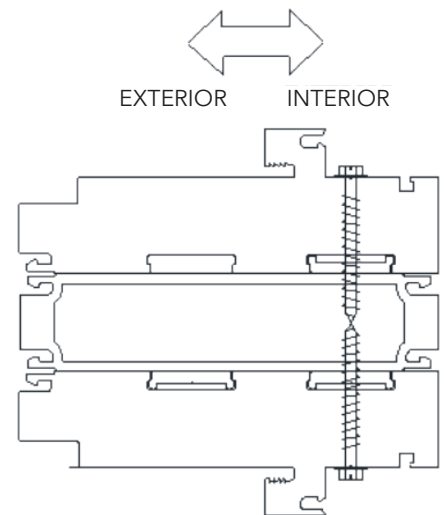

Figura 5
- 2. Sujete con una abrazadera** el montante de puerta francesa al marco de la puerta. Perfore previamente el montante con una broca de 9/64". Fije el montante al marco de la puerta utilizando los tornillos para montaje (no incluidos; figura 5). No apriete excesivamente los tornillos para montaje. Esto puede causar deformación del marco.
- 4. Sujete con una abrazadera** el lateral al montante de puerta francesa. Fije el lateral al montante utilizando los tornillos para montaje (no incluidos; figura 5). No apriete excesivamente los tornillos para montaje. Esto puede causar deformación del marco.